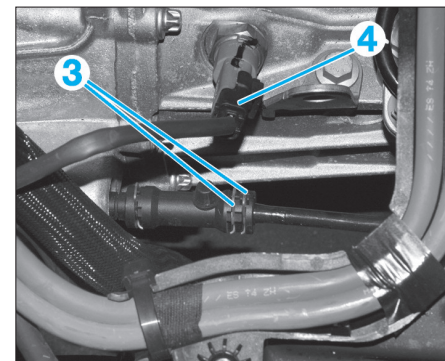

FIG. 5
- Soulever les agrafes (3) et tirer d'un cran la canalisation de commande d'embrayage (Fig.5).
- Débrancher le connecteur du contacteur de marche arrière (4) (Fig.5).